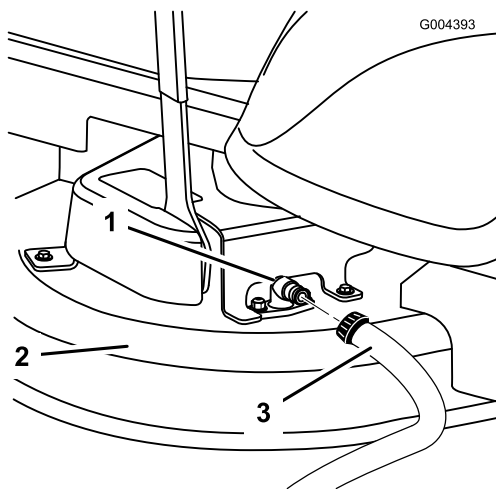

Bild 61
3. Schließen Sie den Schlauch an den Mähwerk-Spülanschluss an und drehen Sie das Wasser mit starkem Druck auf (Bild 61).